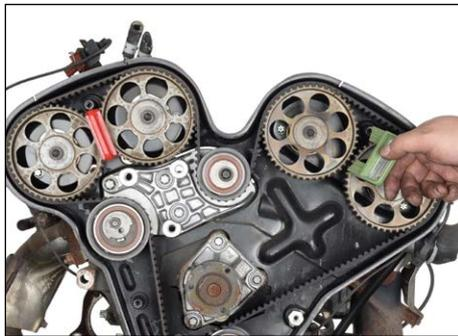
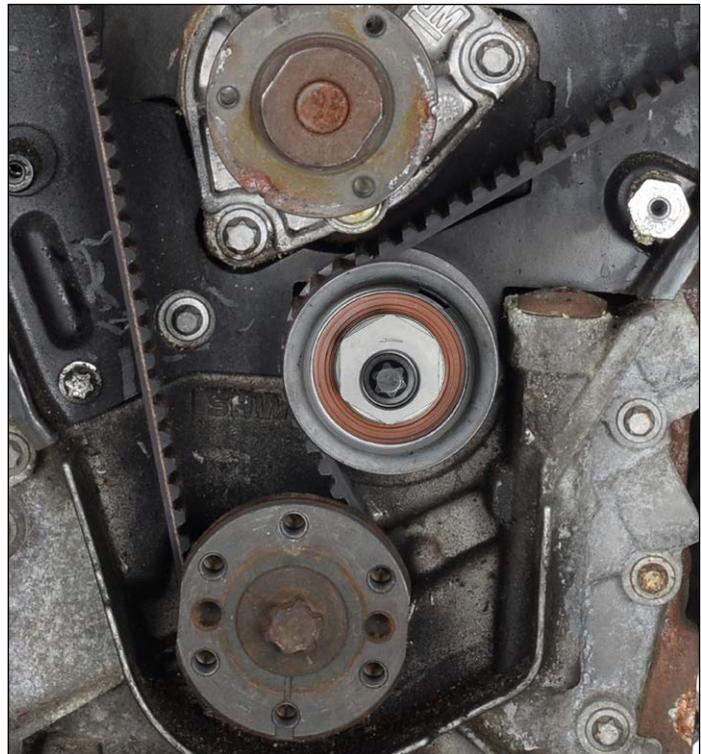

Fig. 8
Fig. 10
4. Mettre l'outil de blocage d'arbre à cames (KM-800-2) de couleur verte avec l'inscription « Top » dirigée vers le haut entre les poulies d'arbre à cames « 3 » et « 4 » (Figures 8 et 9). Si l'outil de blocage ne peut pas être mis en place, desserrer le galet de renvoi inférieur de la courroie de distribution (Figure 10) et tourner son excentrique à l'aide de la clé de serrage MKM-6038 ou d'une clé multiprise jusqu'à ce que l'outil puisse être mis en place. Le moteur est alors bloqué au PMH (Figure 3).
9. À l'aide de la clé (MKM-6038) ou d'une clé multiprise, tourner l'excentrique du galet de renvoi inférieur dans le sens inverse des aiguilles d'une montre (Figure 10), jusqu'à ce que la pointe de l'excentrique se trouve à peu près à 12 heures et que les repères des poulies d'arbre à cames et du calibre de contrôle (KM-800-20) soient alignés (Figure 20). Serrer le galet de renvoi inférieur au couple de 40 Nm. Les poulies des arbres à cames « 3 » et « 4 » doivent être réglées avec précision avant de régler les poulies d'arbre à cames « 1 » et « 2 ».